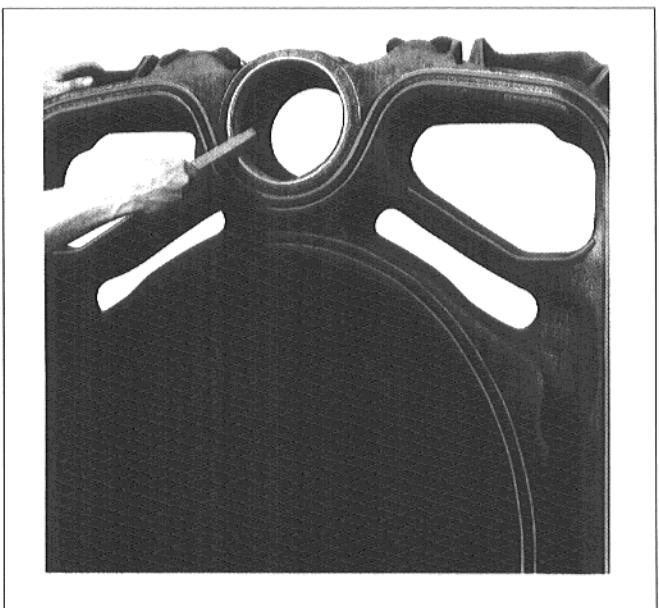

Рис. 10
- Устраниить имеющиеся на ступицах заусеницы (рис. 10).